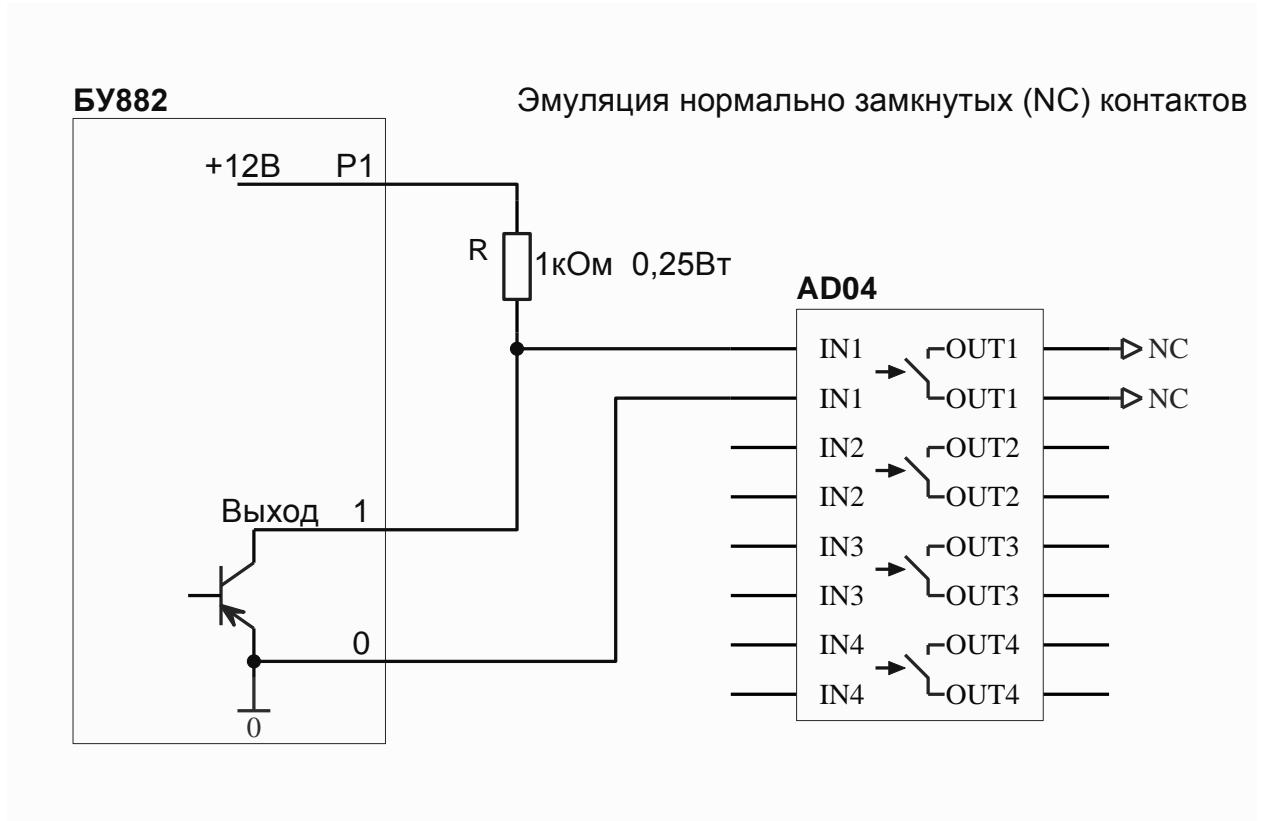

Рис. 3.4.
3.3. При необходимости использования реле с нормально замкнутыми контактами любое реле адаптера может быть включено по схеме, эмулирующей нормально замкнутые контакты (рис. 3.4).